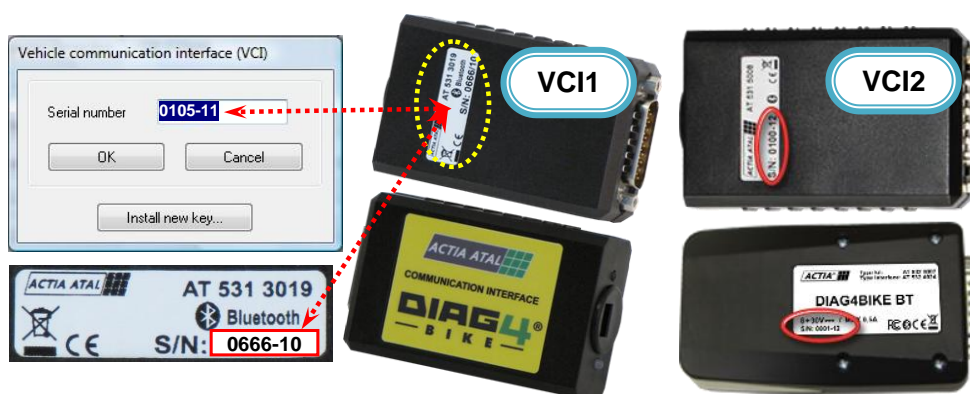

Fig. 21 – Ventana de diálogo para introducir el número de serie de la interfaz de comunicación y su posición en la placa; VCI (1 - AT531 5075, 2 - AT532 5007)
Después de hacer clic sobre el botón (nota 2, Fig. 13) aparecerá una nueva ventana para introducir el número de serie de la interfaz de comunicación (ver Fig. 21), p.ej.: **0666-10**.
- Deberá corresponder a la placa de identificación colocada sobre la interfaz (ver Fig. 21) y al número „liberado“ en el CD (o disco USB) que se introduce en el momento de grabar el CD (o disco USB) según la licencia comprada (realizado por el departamento de ventas).